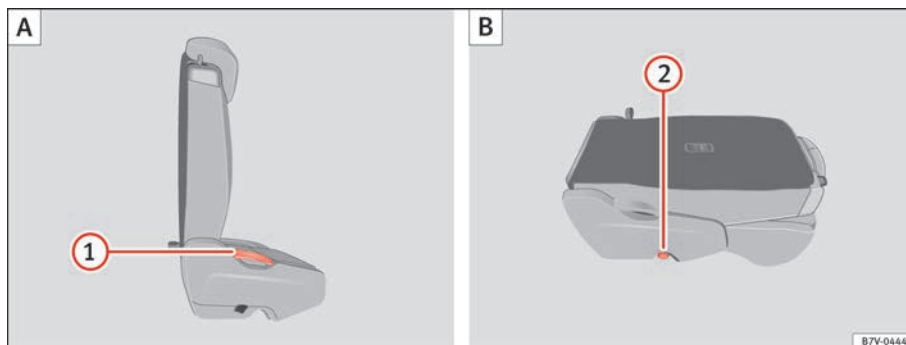

Fig. 89 Segunda fila de asientos: pliegue el asiento trasero (A), asiento trasero como superficie de carga (B).
- Retire los objetos de la zona reposapiés situada delante y detrás del asiento trasero ⇒ ①.
- Tire de la palanca ⇒ fig. 89 ① hacia arriba y pliegue el respaldo hacia delante. La banqueta completa se pliega hacia delante ⇒ △.
- Tire de la palanca ⇒ fig. 89 ① hacia arriba y coloque el respaldo en vertical. El asiento completo se pliega hacia atrás.